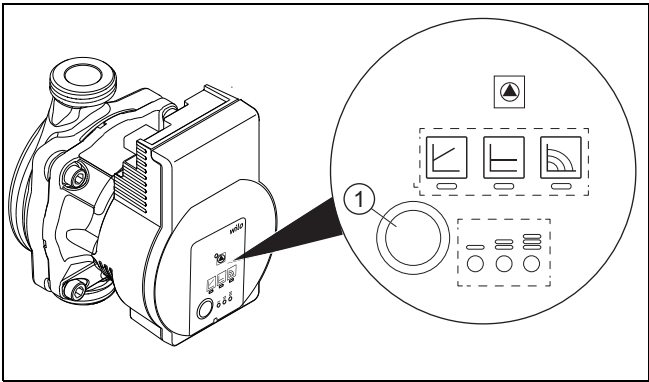

Bild 17
Werkseitig ist die Solepumpe auf den Betrieb mit konstanter, maximaler Drehzahl (III) eingestellt (→ Bild 17). Gegebenenfalls muss die Einstellung geändert werden, um den richtigen Deltawert zu erzielen (→ Kapitel 17.4). Für die Solepumpe muss der Betrieb mit konstanter Drehzahl eingestellt werden. Zum Ändern der Drehzahl Taste [1] drücken (→ Bild 17). Um die Drehzahl (II) auszuwählen, einmal drücken. Ein weiteres Mal drücken, um die Drehzahl (I) auszuwählen. Um zur Drehzahl (III) zurückzukehren, weiter drücken, bis sich der Kontrollmodus entsprechend geändert hat (→ Bild, (Tabelle) 18).